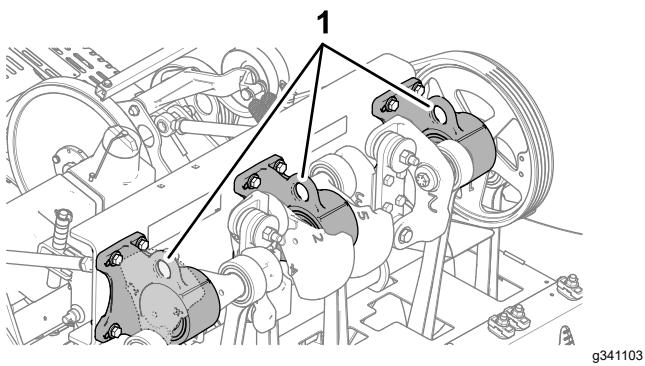

図 129
**注**可能であれば、ホイストで機体後部を持ち上げてください。その場合、コアリングヘッドのベアリングハウジングについているアイを吊上げポイントとして利用します **図 129**。